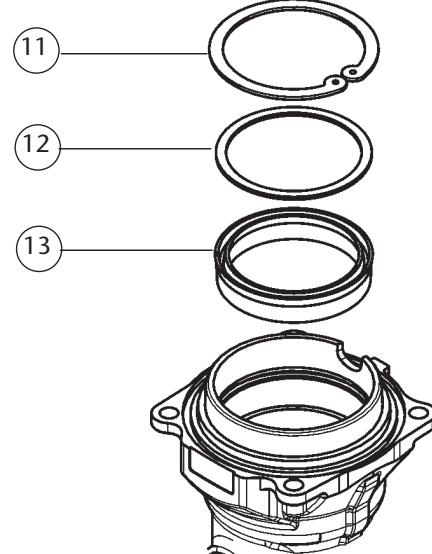

Fig. 10
5. Remove the piston (10) and disassemble the circlip (11), the washer (12) and the seal (13) (fig. 10). Check the piston for scratches and replace damaged parts.
5. Quite el vástagos (10) y desmonte el anillo de seguridad (11), la arandela (12) y el collarín (13) (fig. 10). Verifique que el vástagos no esté rayado y sustituya piezas deterioradas.
5. Retirer le piston (10) et démonter l'anneau de sécurité (11), les rondelles (12) ainsi que le collier (13) (voir fig.10). S'assurer que le piston n'est pas rayé et remplacer les pièces endommagées si nécessaire.
5. Den Kolben (10) entfernen und den Sprengring (11), die Beilagscheibe (12) und die Dichtung (13) zerlegen (Bild 10). Kolben auf Kratzer prüfen. Evtl. beschädigte Teile ersetzen.